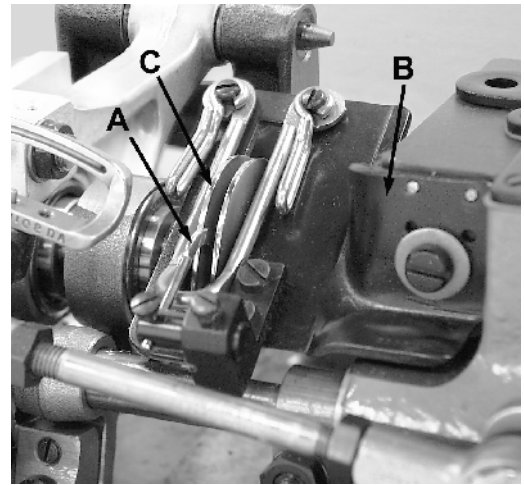

Fig 13
El gancho que arroja el hilo del looper (A, Fig. 13) está ubicado en la lámina del alimentador del hilo (B) controla la cantidad de hilo suelto que se suministra para la costura y puede ser movido hacia todos los lados. El debe ser posicionado lateralmente en el medio de los 2 discos del alimentador (C) y con su punta en forma paralela a los discos. Normalmente se posiciona el gancho hacia el alimentador casi en el límite de su ranura para que apenas se levante en el punto más alto del alimentador. Los ajustes verticales y laterales del retenedor de hilo afectan el control del hilo del looper mientras el looper se mueve hacia la izquierda. Normalmente se fija el retenedor a una posición aproximadamente horizontal. Se agrega más hilo del looper a la puntada cuando se levante el retenedor y lo pone hacia el alimentador. Sin embargo, si la posición del retenedor es demasiado alta, el lazo del hilo del looper puede ser llevado debajo del gancho del looper, causando puntadas falsas. Esto se puede revisar observando el comportamiento del hilo del looper mientras el looper se está moviendo hacia la izquierda.